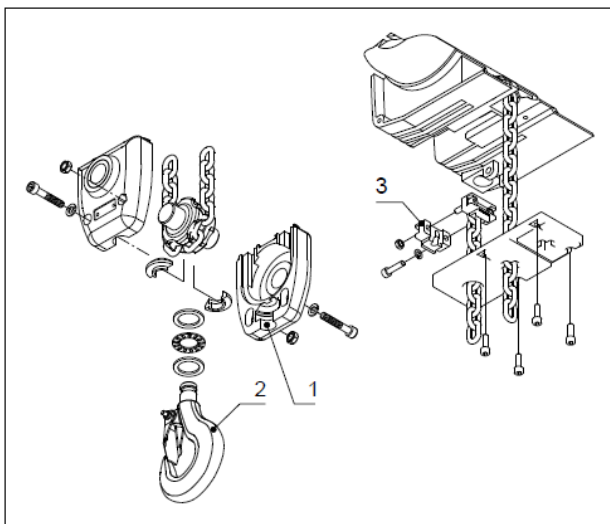

Abb. 23
**Kettenende:** Das Kettenende ist am Gehäuse gemäß Abb. 23 zu befestigen.